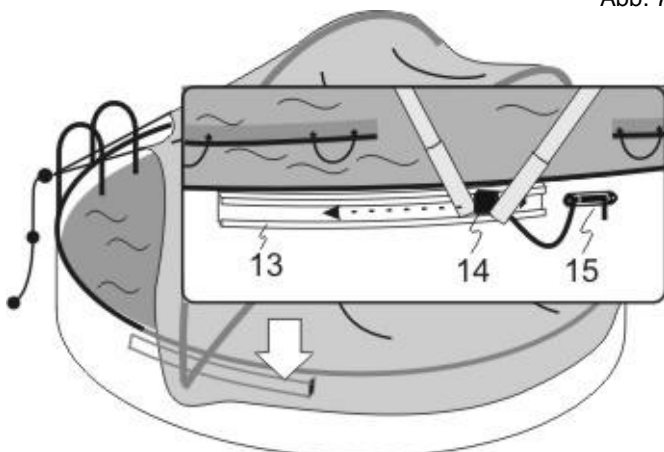

Abb. 7.4
- Jetzt das Seil vom Spanner (15) lösen und den Schieber (14) bis zum Ende des „C“ Profil (13) schieben. (Abb. 7.4)